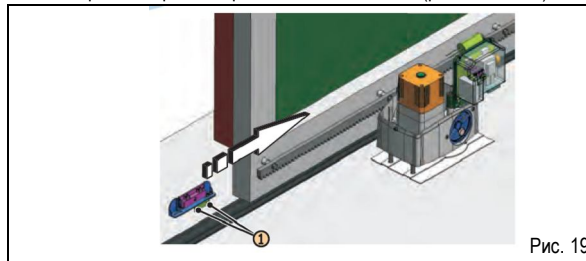

Рис. 19
- 4 Ближайший к приводу магнит переместить по рейке в направлении мотора (рис. 19). На плате управления расположены светодиодные индикаторы выключателей открытия и закрытия. Как только соответствующий индикатор погаснет, сдвинуть магнит ещё на 10 мм вперёд и закрепить прилагаемыми винтами (рис. 19, поз. 1).